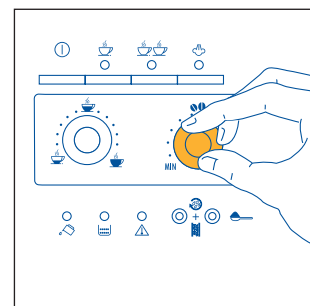
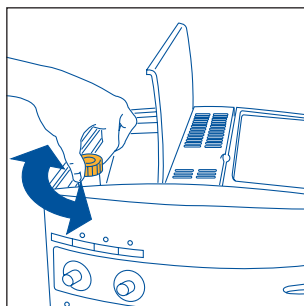

Fig.7
Fig.17
- 2) Regolare la manopola di destra (fig.7) per impostare il gusto desiderato del caffè. Più si ruota in senso orario e maggiore sarà la quantità di caffè in grani che la macchina macinerà e quindi più forte sarà il gusto del caffè ottenuto. Al primo utilizzo è necessario procedere a tentativi e fare più di un caffè per individuare la corretta posizione della manopola. Fare attenzione a non ruotare troppo in senso orario altrimenti c'è il rischio di ottenere un'erogazione troppo lenta (a gocce), soprattutto quando si richiedono due tazze di caffè.
**NOTA 1:** Se il caffè fuoriesce a gocce oppure non esce del tutto, è necessario ruotare la manopola di regolazione macinatura (fig. 17) di uno scatto in senso orario (vedi par. 6). Procedere di uno scatto alla volta fino ad ottenere un'erogazione soddisfacente.
**NOTA 2:** Se il caffè fuoriesce troppo velocemente e la crema non è soddisfacente; ruotare un po' la manopola di destra (fig.7) in senso orario. Procedere a tentativi e fare più di un caffè per individuare la corretta posizione della manopola. Fare attenzione a non ruotare troppo in senso orario altrimenti c'è il rischio di ottenere un'erogazione troppo lenta (a gocce), soprattutto quando si richiedono due tazze di caffè. Se, dopo qualche caffè, non si ottiene una crema soddisfacente, ruotare anche la manopola di regolazione macinatura (fig.17) di uno scatto in senso antiorario (vedi par. 6).
Per risolvere questo inconveniente è necessario regolare il grado di macinatura del macinacaffè ruotando la manopola di regolazione macinatura (fig.17) di uno scatto in senso antiorario (come descritto nel cap. 6).
Tuttavia se dopo aver fatto i primi caffè, l'erogazione dovesse risultare troppo veloce o troppo lenta (a gocce), è necessario effettuare una correzione con la manopola di regolazione del grado di macinatura (fig. 17). Ruotandola di uno scatto in senso orario (pari a una cifra) si ottiene invece un'erogazione del caffè più veloce (senza gocce).